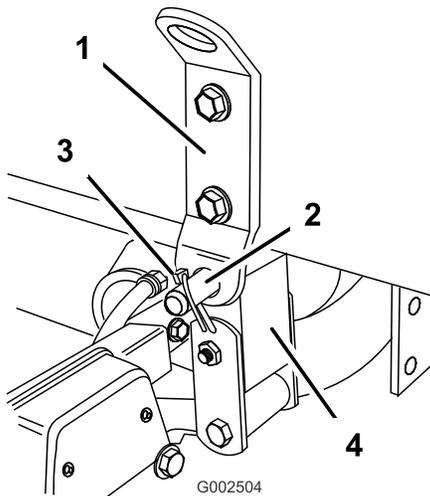

Figura 21
- Alinhe o olhal de articulação na parte de trás do patim do depósito com a abertura na extremidade da estrutura do veículo (Figura 21).
- Instale um pino de forquilha (3/4 polegada) e dois pinos de sujeição no olhal de articulação para prender o depósito na estrutura (Figura 21).
- Verifique o alinhamento do patim do depósito e a estrutura do veículo. Se necessário, desaperte ligeiramente os parafusos que prendem o pino de sujeição ao patim do depósito (Figura 21). Eleve o depósito acima do veículo apenas o suficiente para que a estrutura fique alinhada e baixa na posição devida. Aperte os parafusos no pino de sujeição assim que o patim do depósito estiver alinhado com a estrutura do veículo.